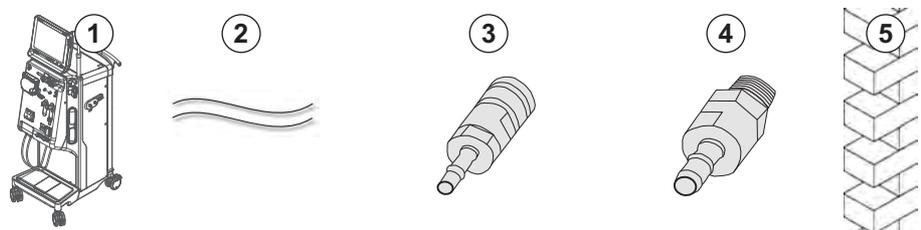

Fig. 4-7 Conectores Aquaboss de concentrado centralizado
- Conector de concentrado fêmea (Fig. 4-7, ③) (lado da máquina), material 1.4529 EPDM
- Conector de fecho macho de concentrado AISL 316I (④ , lado da parede), material 1.4529 EPDM
1. Adapte o conector fêmea de concentrado ③ ao tubo de fornecimento concentrado central ② vindo diretamente do equipamento de diálise.
2. Adapte o conector fêmea de concentrado ③ ao conector de fecho macho de concentrado ④ , o qual se encontra fixo na parede.